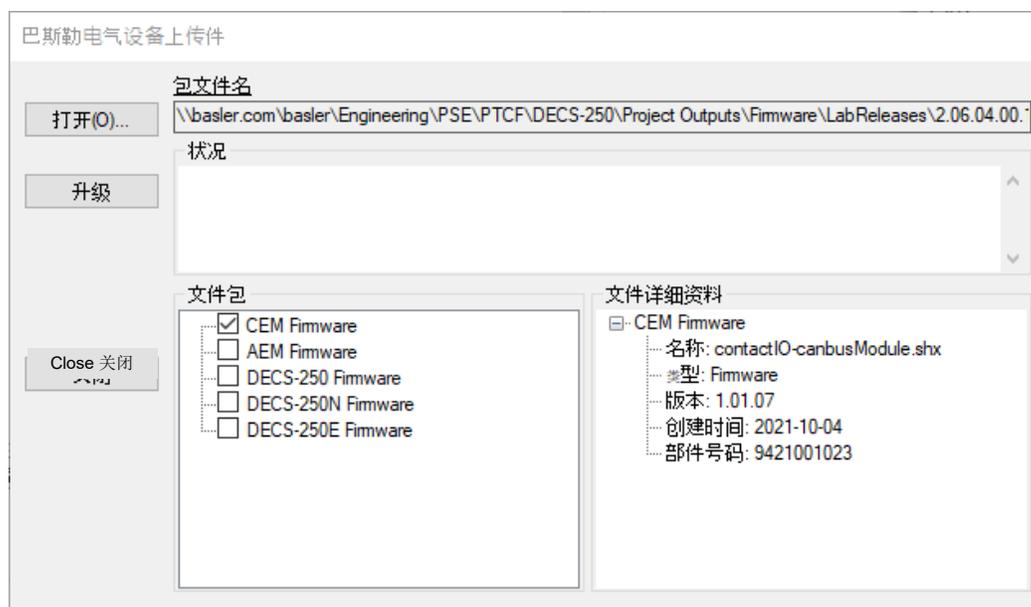

图 6-1.巴斯勒电气固件包上传
8. 当巴斯勒电气固件包上传屏幕 ( 图 6-1 ) 出现时，点击“打开”按钮浏览您从巴斯勒电气收到的固件包。包文件及其文件详细信息将列出。在您想要上传的各个文件旁边的方框中打勾。